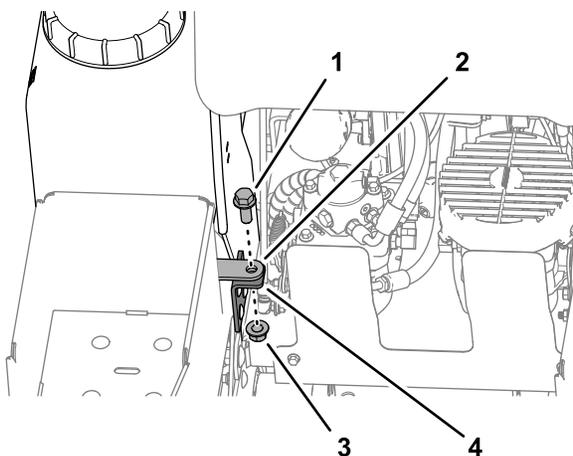

Figure 64
2. Alignez le trou dans la plaque de blocage de la cuve et le trou dans le support (Figure 64).
3. Insérez le boulon à embase dans les trous de la plaque de blocage et du support, puis fixez le boulon en place avec le contre-écrou à embase (Figure 64).